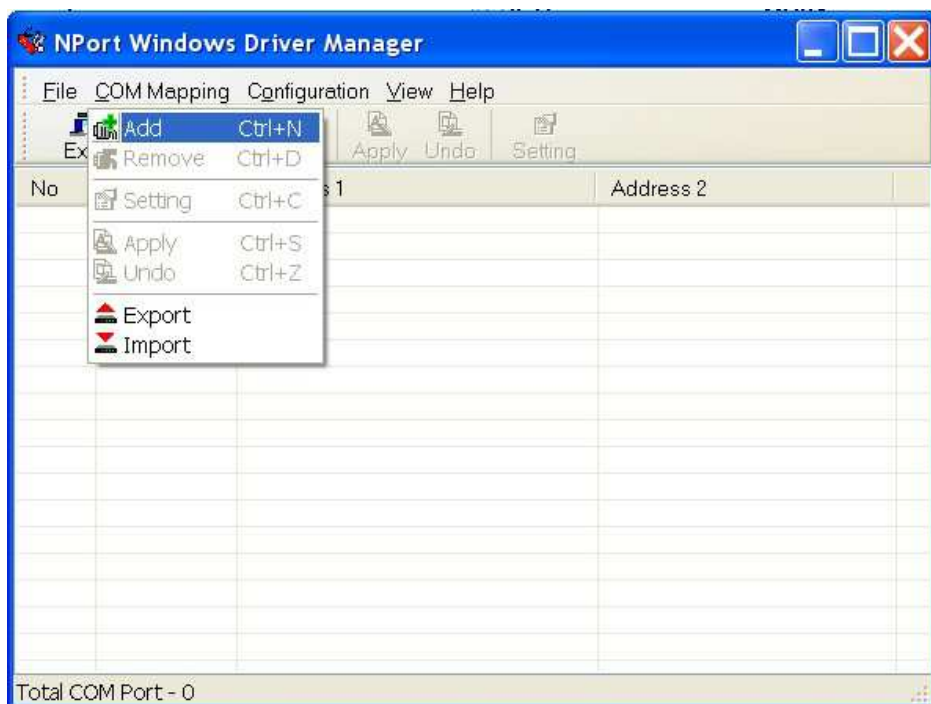

Рис. 16.1. Главное окно утилиты «NPort Windows Driver Manager».
16.6. Запустите утилиту «**NPort Windows Driver Manager**» и в появившемся окне выберите пункт меню «**COM Mapping\Add**» (см. Рис. 16.1).